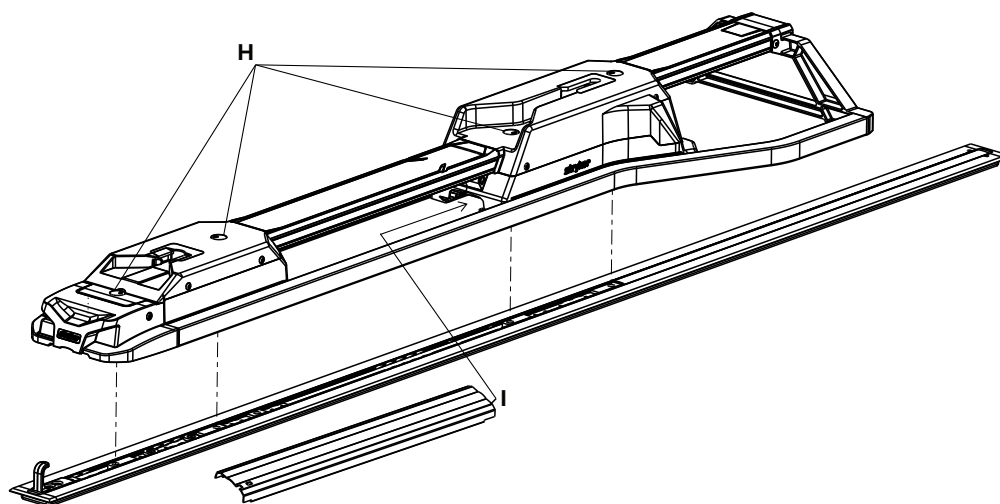

Figura 17 – Coloque o sistema de fixação
17. Rode as tampas (H) meia volta para aceder aos parafusos da placa de piso fixados que se encontram sob as proteções (Figura 17).
19. Utilizando uma chave sextavada de 3/8 pol., instale os restantes três parafusos da placa de piso fixados (H) nas duas cunhas (Figura 17).
23. Introduza o lado não ranhurado do conjunto da tampa central (6392-001-011) (I) na abertura na cobertura da extremidade do lado da cabeça (Figura 17).
- _____ Utilizando uma chave dinamométrica, aperte os quatro parafusos da placa de piso (A) fixados a 60±10 pés-libras (81+/-14 Nm) (Figura 17).